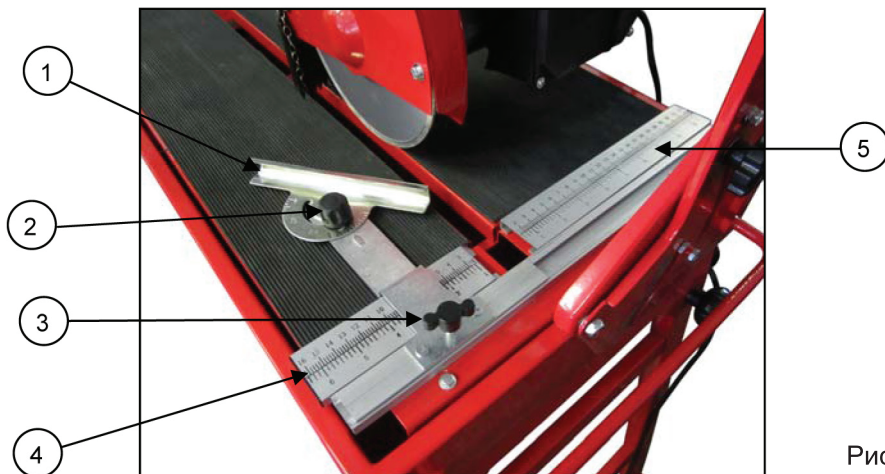

Рис. 10
Регулировка ширины реза (Рис. 10)
2. Ослабьте винт фиксации (2) транспорта и установите транспорт в положение 0° . Затяните винт фиксации транспорта (Рис. 10).
3. Ослабьте винт фиксации (3) регулируемого упора (1).
5. Зафиксируйте винт фиксации (3) регулируемого упора.
Регулировка угла реза (Рис. 10)